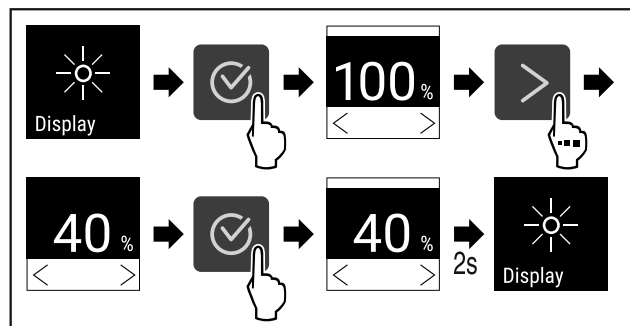

Fig. 81
- ▶ Obavite korake postupka (pogledajte Fig. 81).